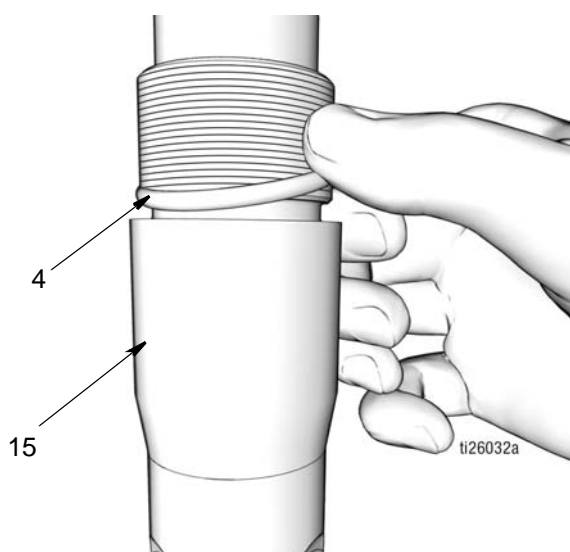

Рис. 43
- а. Используйте чистую салфетку для обтирания выпускного обратного клапана (15) и удаления любой грязи или загрязняющих веществ. Осмотрите поверхность на отсутствие любых царапин или повреждения. Замените поврежденные детали.
- б. Нанесите тонкий слой консистентной смазки на уплотнительное кольцо круглого сечения (4) и установите это кольцо вокруг выпускного обратного клапана (15) (Рис. 43).